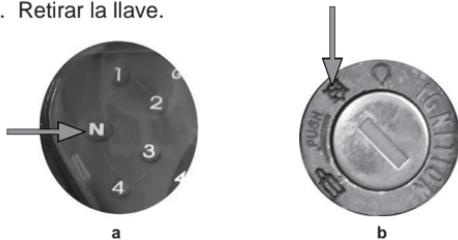

imagen 17. apagar el motor
- Verificar que el pedal de cambio de velocidades este en neutro. *Ver imagen 17-A.*
- Girar el interruptor de encendido y bloqueo en posición de apagado . *Ver imagen 17-B.*